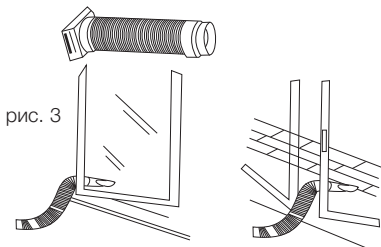

рис. 3
- А) Временный монтаж (см. рис. 3)